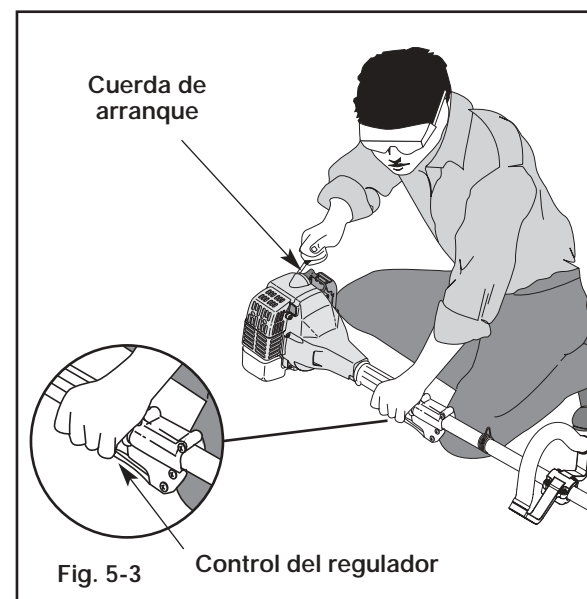

Fig. 5-3
5. Soporte en la posición de arranque (Fig. 5-3) y apriete el control de aceleración. Tire bruscamente del cordón de arranque hasta 5 veces.